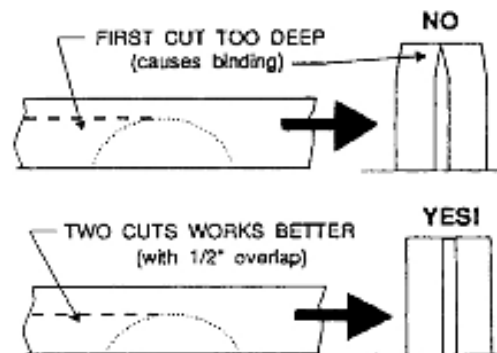

Рис. 32
- Не используйте упор для распила под углом 45 градусов и параллельный упор в одной и той же операции, если к параллельному упору не прикреплен накладкой, чтобы позволить торцеванной части заготовки прибывать в свободном перемещении, при торцевании следующей части (рис. 32).
В распиловке более толстых досок, установите высоту пильного диска, чтобы наложить на два пропила 1/2" высоту зуба, как показано на рис. 32. Слишком глубокий первый пропил может привести к зажиманию пильного диска и возможным травмам на втором пропилом. Всегда устанавливайте ту же самую сторону доски против упора для обоих пропилов.